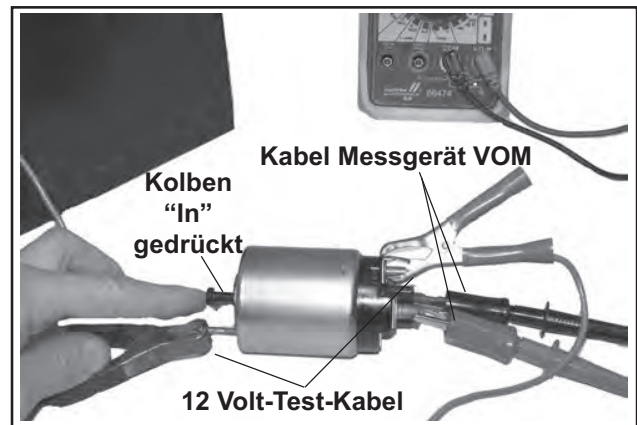

Abbildung 8-77. Durchgangstest Kontakt Magnet/Haltespule.
Einen Ohmmeter, der auf die Skala Rx2K oder auf Tonanzeigen eingestellt ist, verwenden und die beiden Kabel des Ohmmeters an die beiden großen Endverschlüsse anschließen. Den vorigen Test (3) ausführen und auf das Vorhandensein des Durchgangs prüfen. Siehe Abbildung 8-77. Das Messgerät sollte Durchgang anzeigen. Ist kein Durchgang vorhanden, muss der Magnet ausgetauscht werden. Den Test mehrmals wiederholen, um das Ergebnis zu bestätigen.